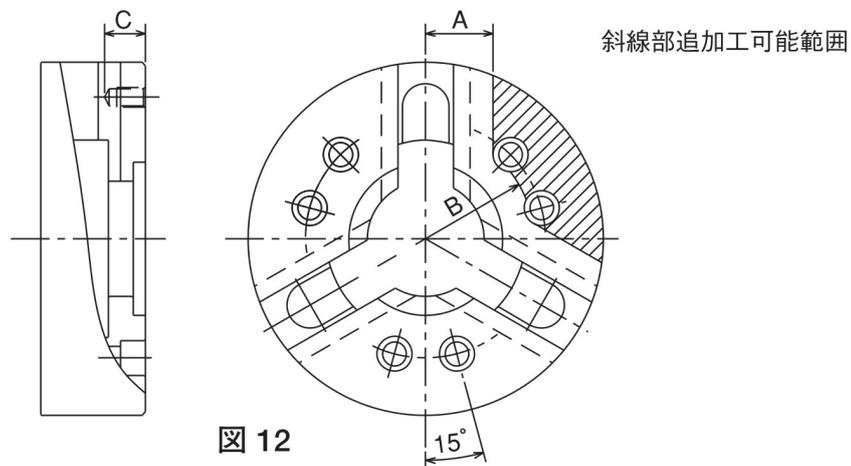

図 12
- ・チャックボデー表面にロケータや治具を取り付ける場合は、図12に示す追加工範囲内に穴明けを行ってください。